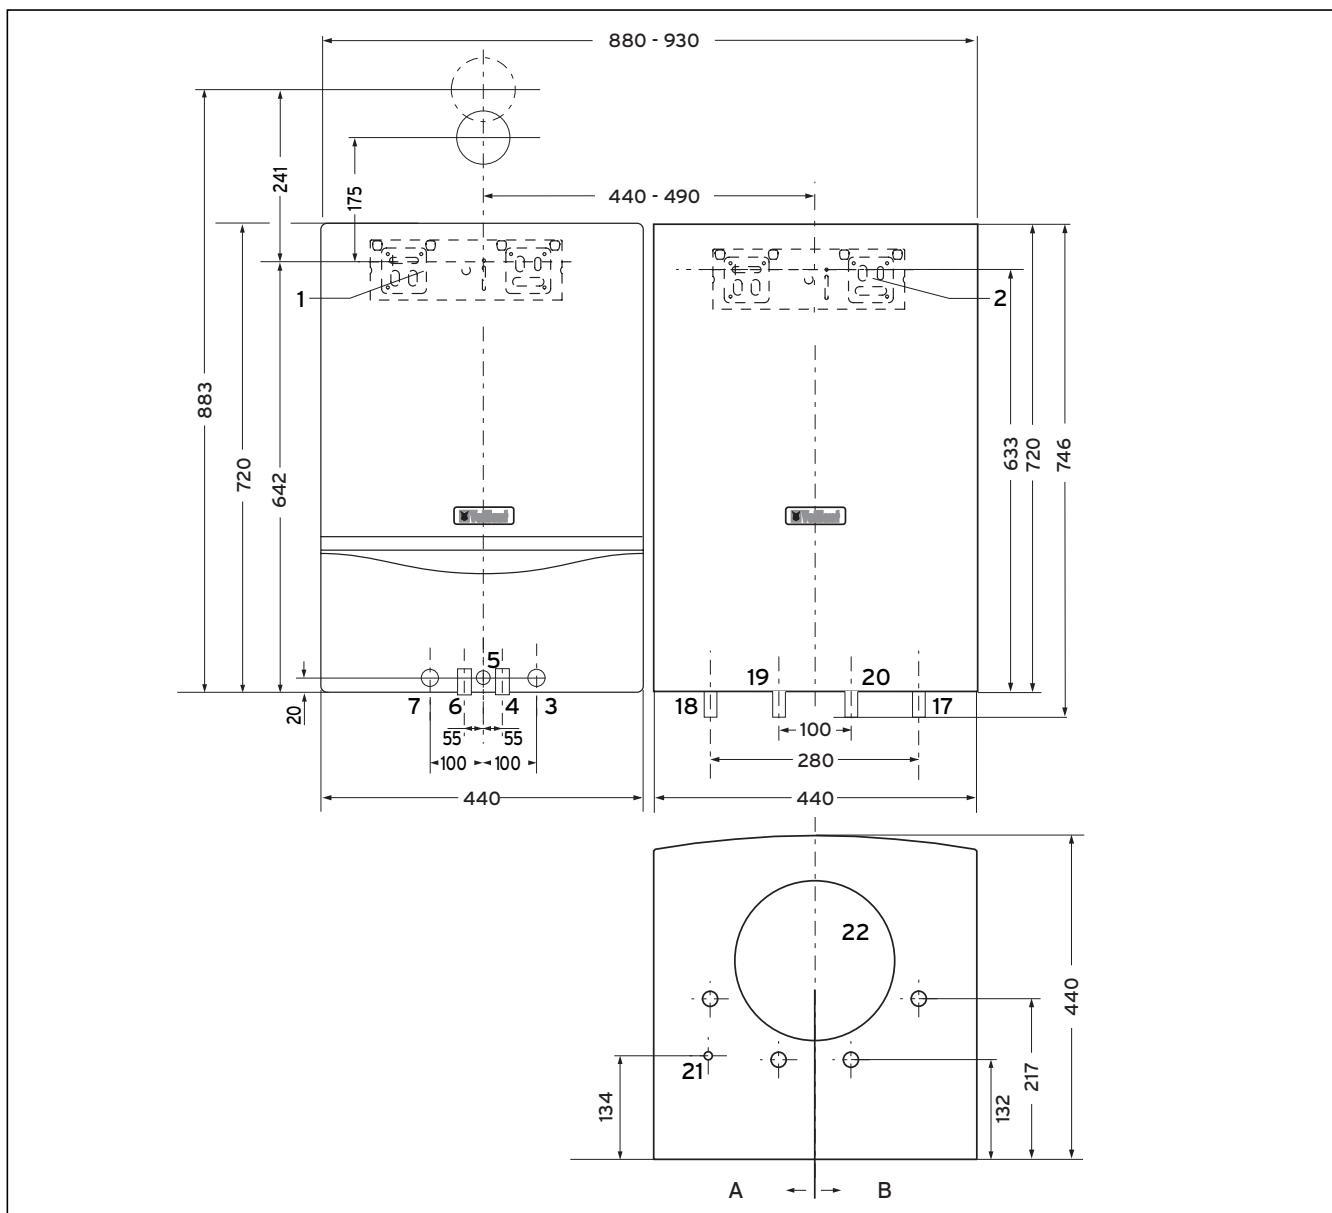

Fig. 4.2 Mål ved montering ved siden av varmeapparatet
- Tanktilførsel og -retur må kobles til omvendt! Følg «varm» og «kaldvannssiden» i fig. 4.2 og 4.3.